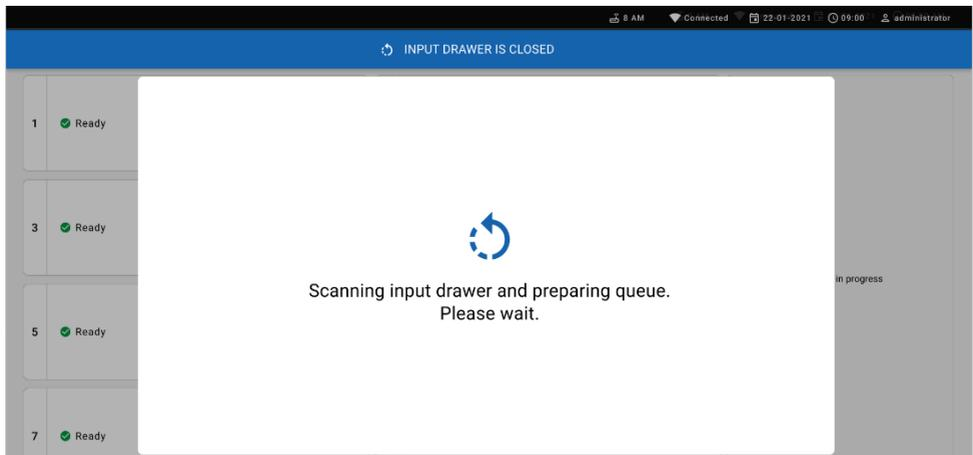

Figure 61. Écran de préparation de la file d'attente.
13. Fermez le tiroir d'entrée lorsque toutes les cartouches ont été scannées et insérées. Le système analyse les cartouches et prépare une file d'attente (figure 61).